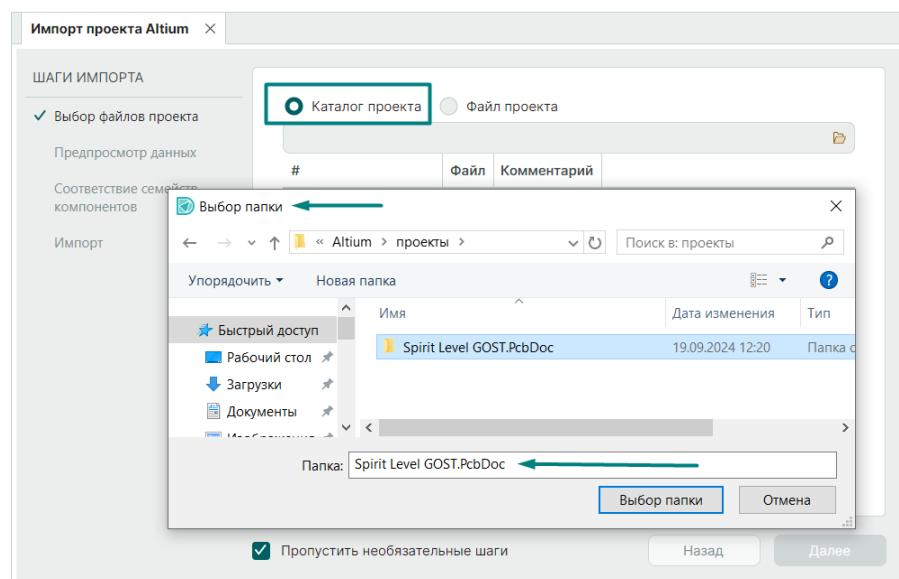

Рис. 16 Импорт файлов схемы и платы из каталога
- способ «**Каталог проекта**» – выбирается каталог, в котором ранее пользователь расположил файлы бинарного формата (ASCII) схемы (.SchDoc) и платы (.PcbDoc) проекта, см. Рис. 16.